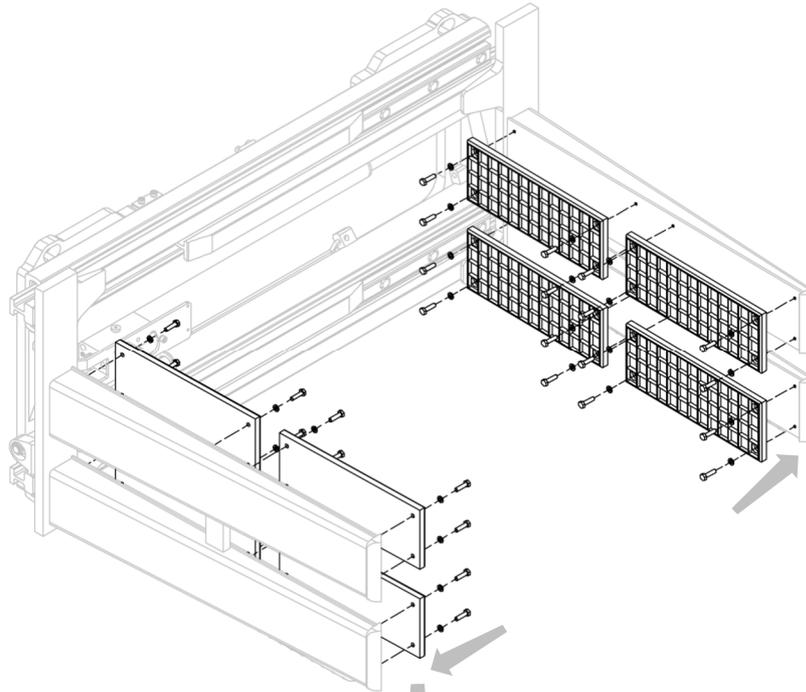
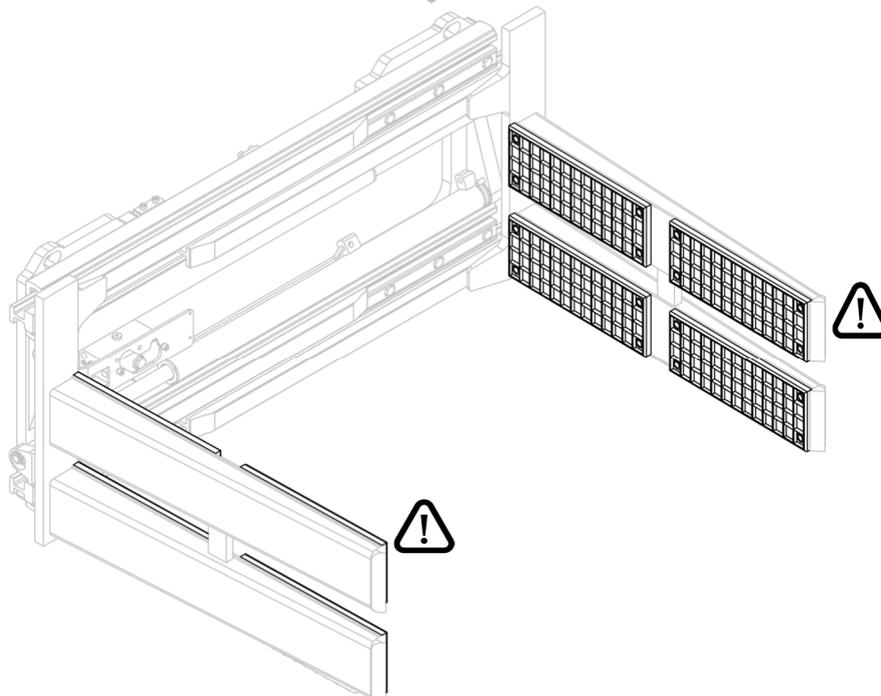

Figure 15
Figure 16
3. Installer les plaques en caoutchouc sur les fourches à l'aide des vis appropriées (voir *Figure 15* et *Figure 16*).